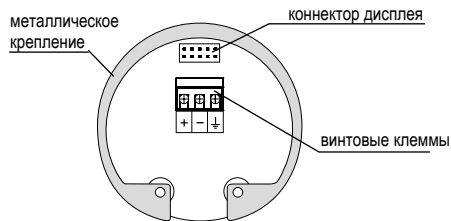

Рис. 20: Вид изнутри – винтовые клеммы уровнемера с выходом по току GRLM-70\_--\_-I
5. Согласно схеме, указанной на Рис. 20 и 22, присоедините кабель к винтовым клеммам. Клеммы и кабельный вывод прочно затяните. Момент затяжки – см. Технические параметры.
При наличии сильных электромагнитных помех, совмещения подводящего кабеля с силовой проводкой или при длине кабеля более 30 м рекомендуем заземление уровнемера (см. выше) и использование экранированного кабеля. Экран кабеля заземлите со стороны источника питания или присоедините его к внутренней соединительной клемме уровнемера, обозначенной  $\perp$  – см. Рис. 20 и 22 (экран кабеля всегда присоединяется в одном месте).